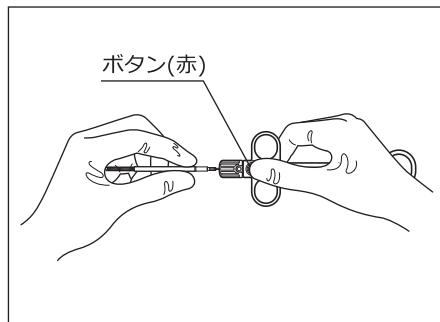

図 3.8
7. スライダのボタン（赤）を押した状態で工業用処置具操作部の先端から操作ワイヤ後端部を突き当てまで挿入し、ボタン（赤）から手を離して操作ワイヤを操作部に固定します。（図 3.8 参照）